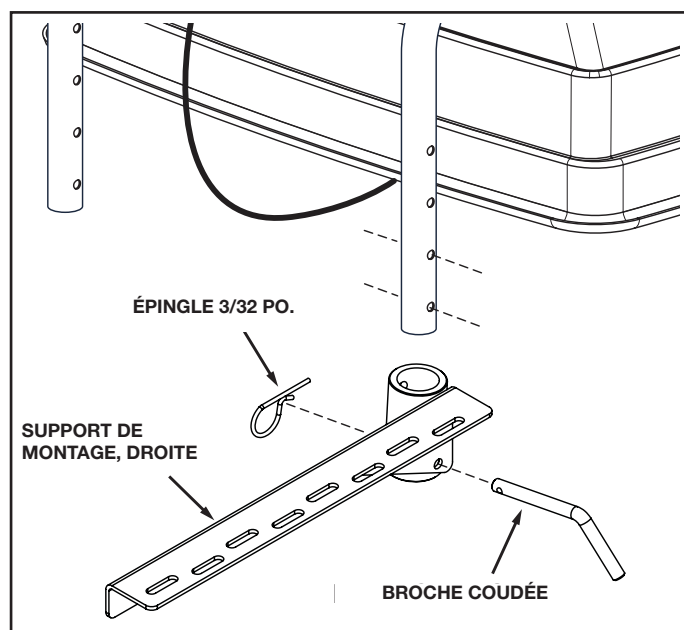

FIGURE 3
REMARQUE : Le haut de la trémie doit être au moins à 75 cm (30 po.) au-dessus du sol. Les trous de fixation représentés sur les figures 3 et 4 mettront la partie supérieure de la trémie de niveau avec le support arrière du véhicule. Si le pot d'échappement envoie les gaz d'échappement sur l'épandeur, une position de montage plus élevée peut résoudre le problème.
3. Fixer le support de montage de droite au tube du cadre au moyen de broches coudées et d'épingles de 3/32 po., comme le montre la figure 3. **Serrer Répéter** pour le support de montage de gauche..